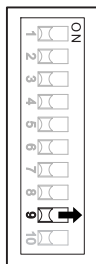

Abb. 8b: MDB-Protokoll einstellen
- 2 DIL-Schalter 9 mit einem spitzen Gegenstand nach rechts auf ON setzen (s. Abb. 8b).